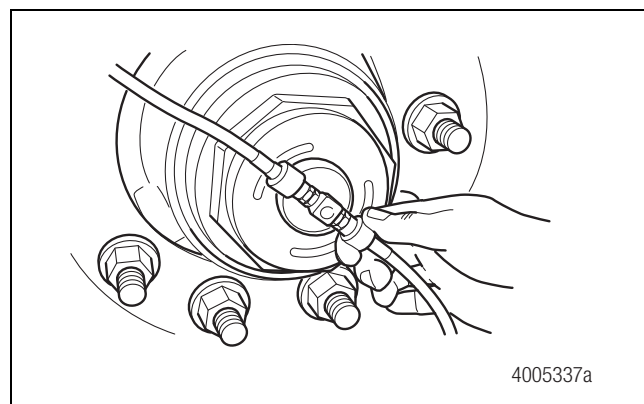

Figura 3.25
- 8. Cuando la presión de prueba de los neumáticos sea correcta, apriete a mano las mangueras de los neumáticos restantes a las conexiones en T. No apriete con alicates. El sistema de inflado de neumáticos inflará todos los neumáticos a la presión especificada. En este momento, el sistema ha quedado totalmente ensamblado. Figura 3.25 y Figura 3.26.